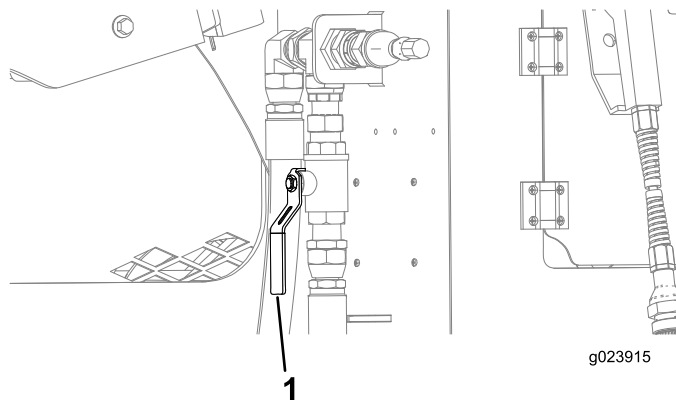

Рисунок 161
B. Откройте клапан рядом с задним отсеком (Рисунок 161).